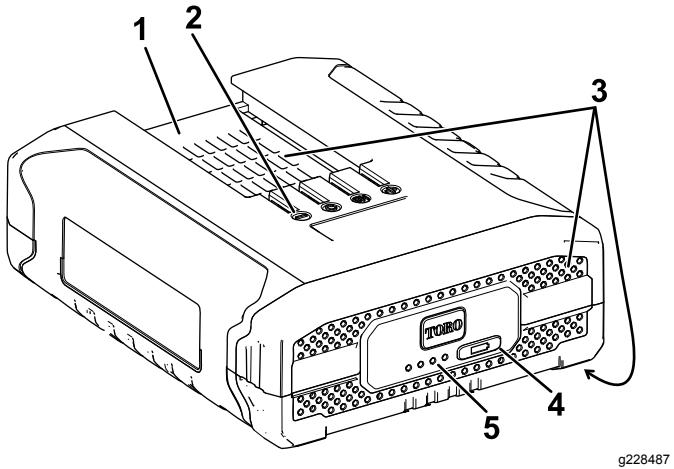

Figure 7
3. Alignez le creux de la batterie (Figure 7) sur la languette du chargeur.